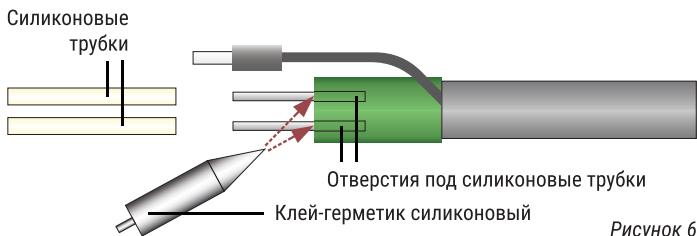

Рисунок 6
5.1.6. Заполнить отверстия в заделке соединительной, из которых выходят жилы, герметиком. Надвинуть на жилы силиконовые трубки и плотно вставить их в отверстия в соединительной заделке (рисунок 6).